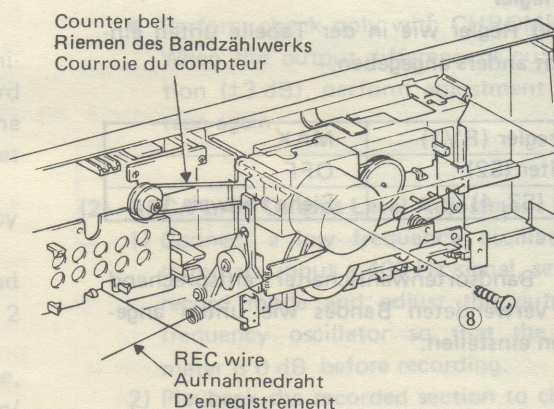

Fig. 6 Abb. 6
6. **Cassette Chassis (Fig. 6)**
6. **Cassettenchassis (Abb. 6)**
6. **Châssis de cassette (Fig. 6)**